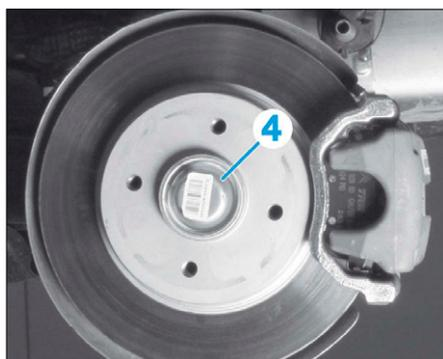

FIG. 16
- le cache écrou (4) (Fig.16),